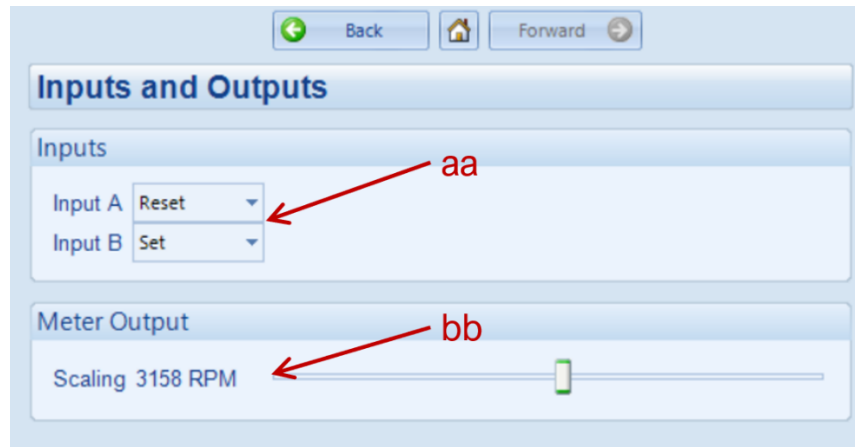

Fig. 13
Paso 6; Entradas y salidas (fig. 13):